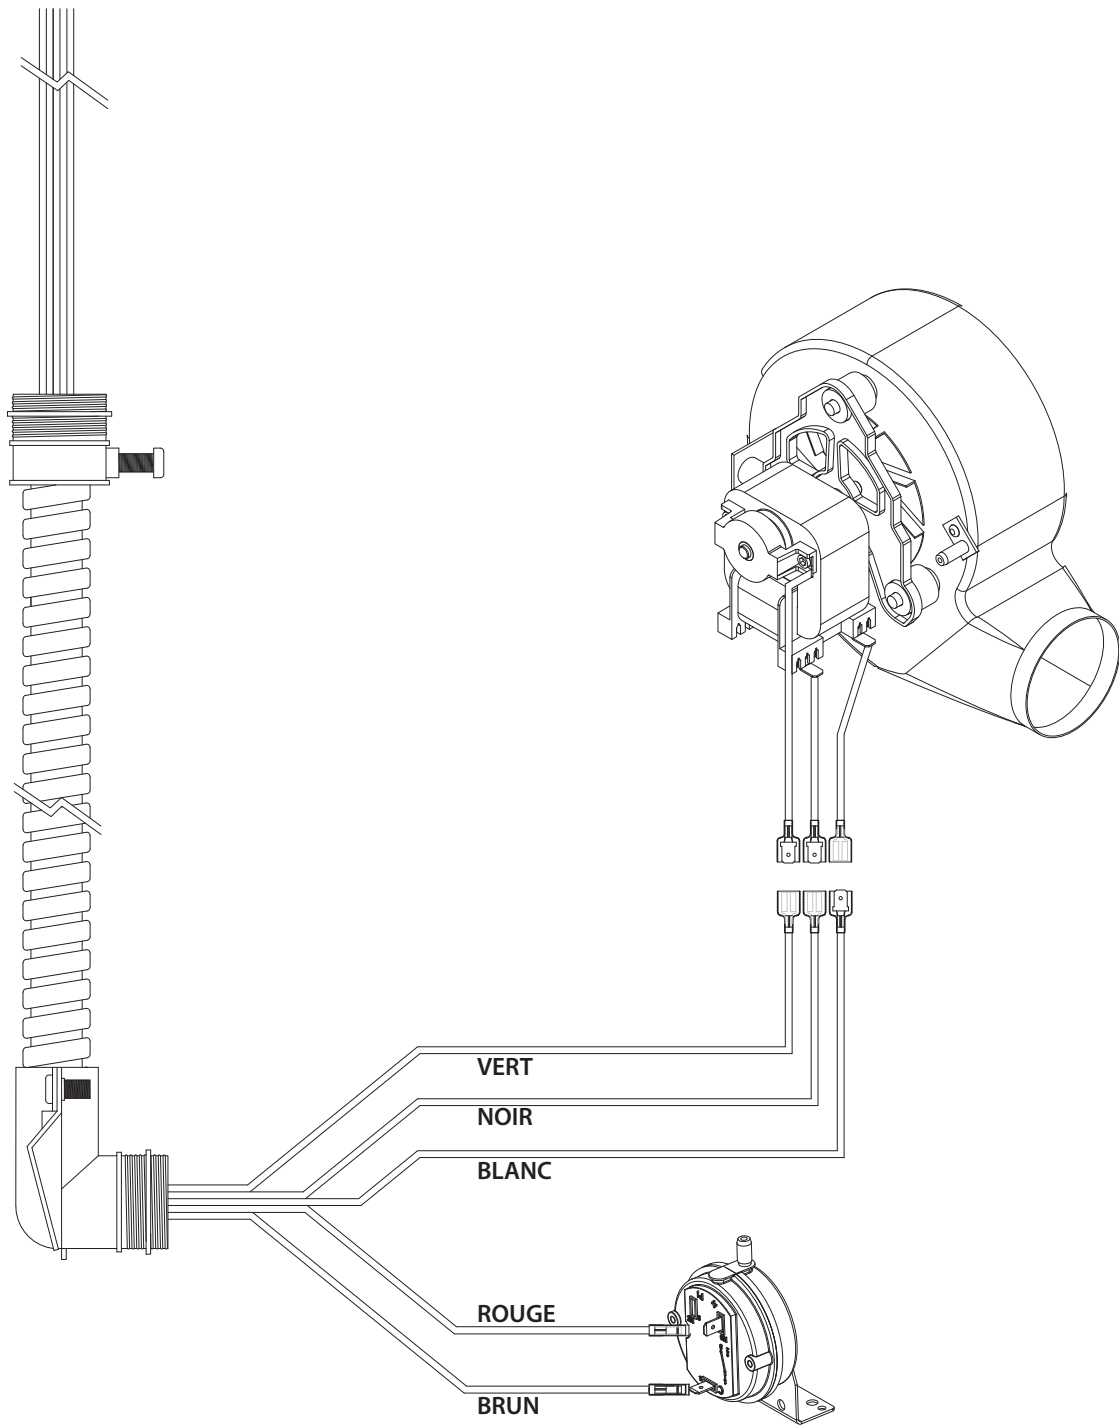

Figure 3.13, Câblage interne du Power Vent
**NOTE:** Utilisez le schéma de câblage de Figure 3.13 pour vous guider, en suivant les instructions ci-dessous.